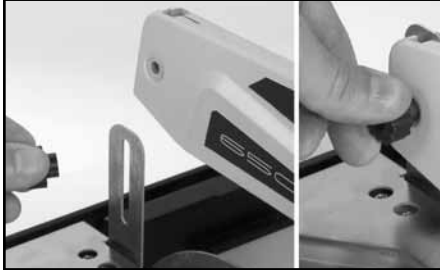

FIGURA 7
6. Vuelva a colocar la perilla en el protector del disco de corte, mientras con mucho cuidado sostenga el perno a la derecha en su lugar, después ajústela (ver la FIGURA 7).